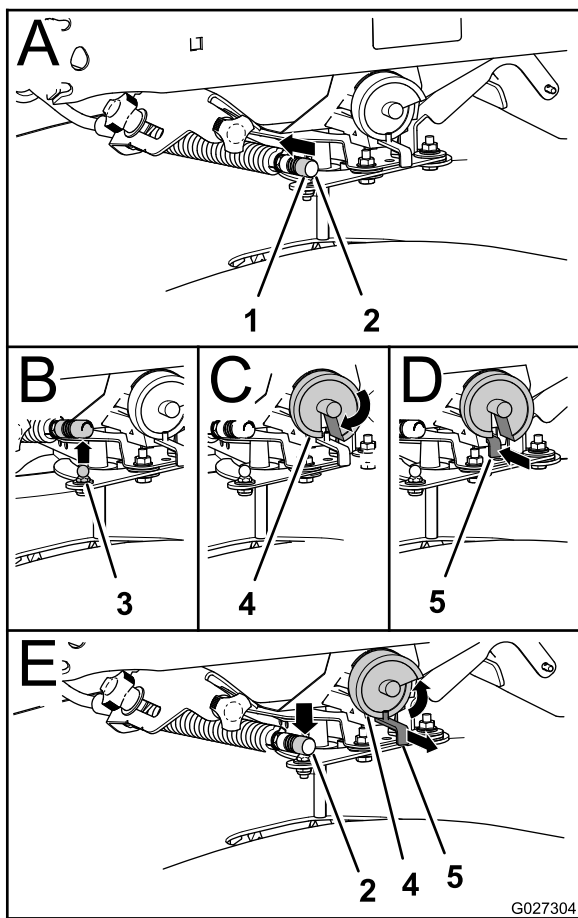

Figure 29
- A. Poussez le manchon de verrouillage du câble de déflecteur en arrière et soulevez le câble de la rotule sur la tige de dosage (Figure 29).
- B. Tirez le câble hors de la rotule (Figure 29).
- C. Tournez la came de dosage au-delà de la position 9 de manière à aligner la fente de la came sur la tige (Figure 29).
- D. Poussez la tige complètement en arrière (Figure 29).
- A. Tirez la tige vers l'extérieur jusqu'à ce qu'elle passe la came de dosage (Figure 29).
- C. Fixez le câble à la rotule sur le levier du déflecteur (Figure 29).